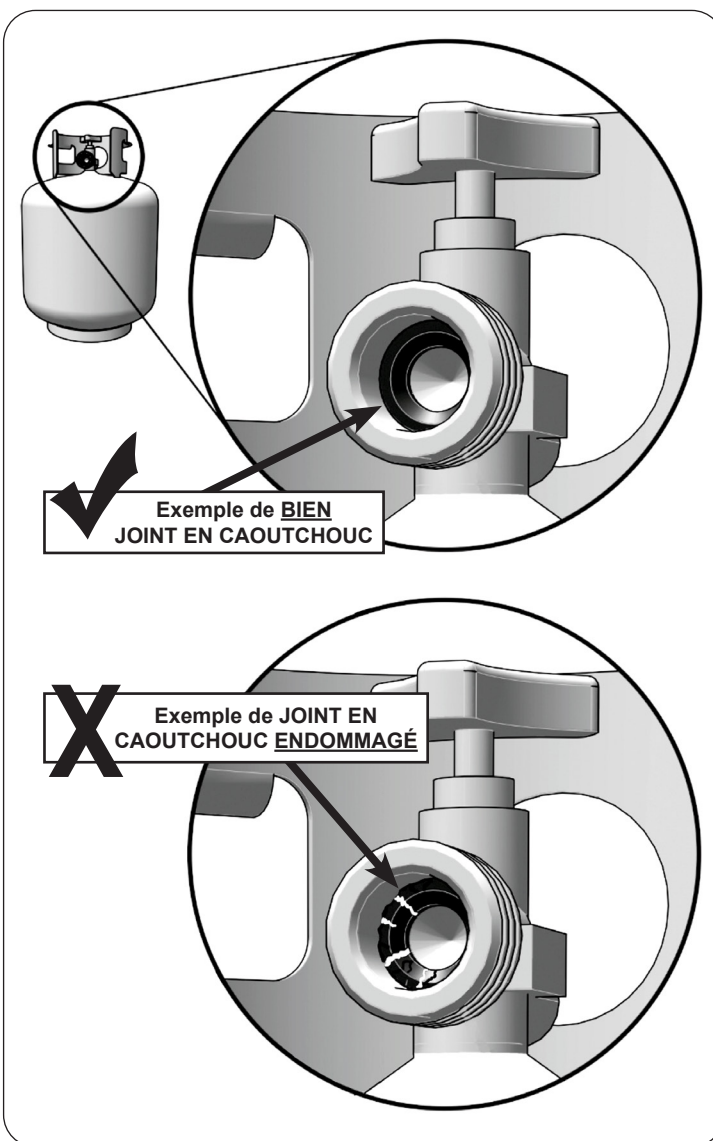

Fig. 10-1 Inspecter le joint en caoutchouc
- d. Connexions CGA 791 sur les bouteilles de GPL :** L'élément d'étanchéité en caoutchouc du joint d'étanchéité de la face élastomère du cylindre sur ces appareils pourrait, avec le temps, présenter des dommages marqués et visibles ou une détérioration qui pourrait causer une fuite même avec la connexion serrée. Une inspection visuelle du joint doit être effectuée chaque fois qu'une bouteille de GPL est remplacée ou remplie. Toute bouteille de GPL présentant des signes de dommages ou de détérioration, tel qu'illustré à la Fig. 10-1, y compris des fissures et des piqûres visibles, doit être remplacée.